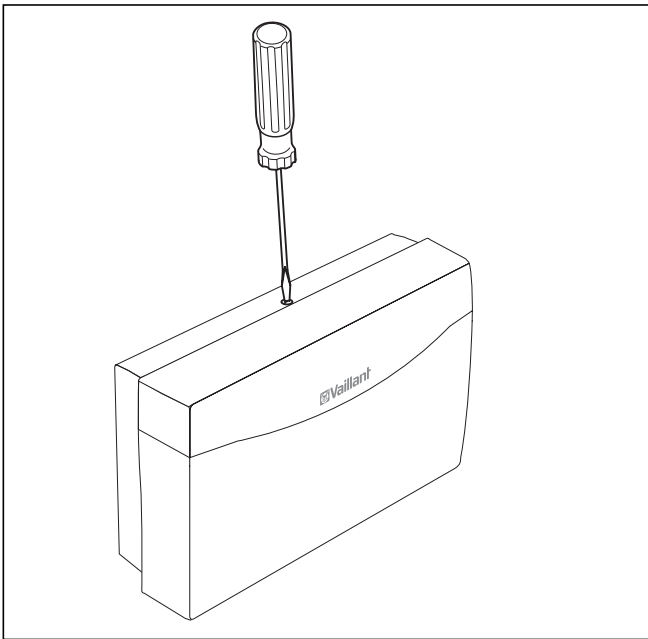

Рис. 4.1 Открывание корпуса
- Отметьте на соответствующем месте обе точки крепежа в соответствии с крепежными отверстиями (1).
- Прикрутите крышку корпуса так, как это показано на рис. 4.1.
- прикрутите крышку корпуса так, как это показано на рис. 4.1.